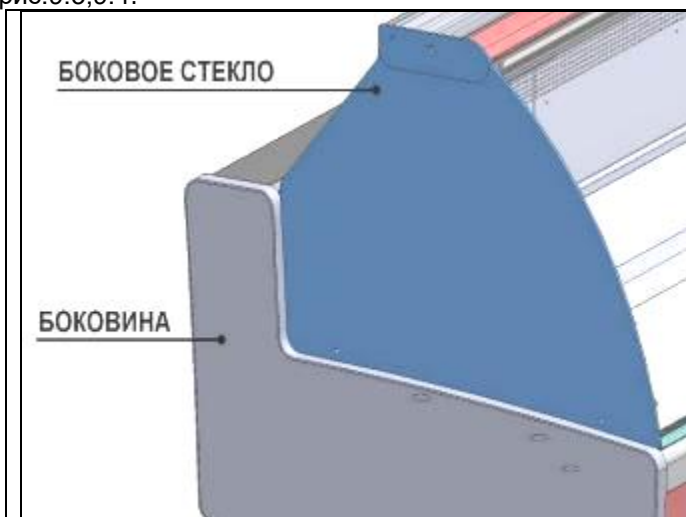

рис. 9.3
- аккуратно поставить на торец боковины боковое стекло и проверить совпадение отверстий в кронштейне суперструктуры (под винт POMELLO для крепления бокового стекла) и стекле – рис.9.3,9.4.